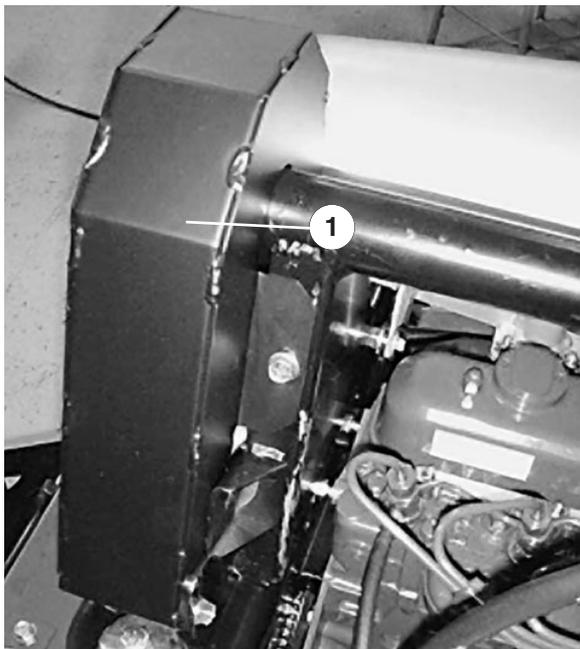

Bild 34
- Nehmen Sie die (5) Kopfschrauben ab, mit denen die Schutzvorrichtung des Ventilatorantriebsriemens befestigt ist, und nehmen Sie die Schutzvorrichtung ab (Bild 34).
- Bringen Sie die Schutzvorrichtung für den Ventilatorantriebsriemen mit Kopfschrauben an (Bild 34). Schließen und verriegeln Sie die Haube.